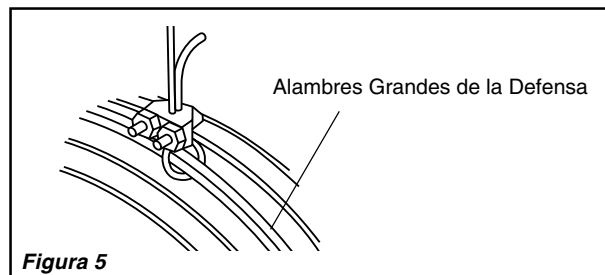

Figura 5
1. Entrelazar el cabo del Cable alrededor de los Alambres de Diámetro Grande tanto por la Parte Delantera como por la Parte Trasera de la Defensa del Ventilador. (Figura 5)
2. Fijar la Mordaza del Cable de manera que la "U" del lado del cabo del bucle quede con cabo de 1 a 2 pulgadas aproximadamente. Apretar las Tuercas de la Mordaza. Hay que asegurarse de que ninguna parte del Cable estorbe a la Paleta. (Figura 5)